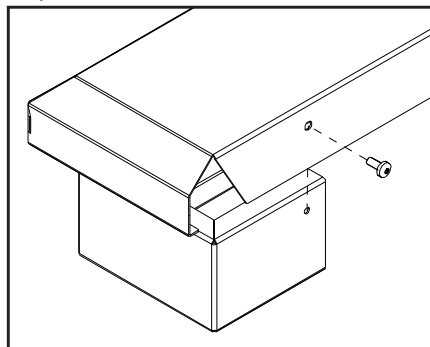

Figure 30b: Installation l'étagère de base sur un élévateur.
3. Si vous installez avec des élévateur(s), l'étagère de base doit être fixé à(aux) élévateur(s) avec une vis à T-20 chaque extrémité de l'arrière (voyez Figure 30b).